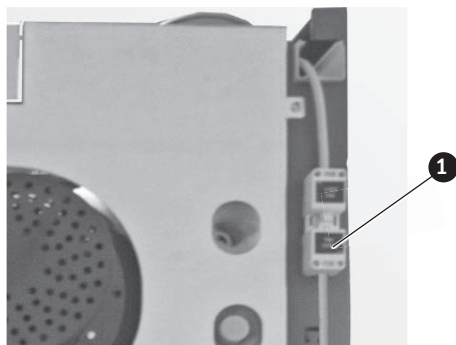

Fig.100 Staccare la spina di rete
- ▶ Togliere corrente alla caldaia prima di aprire il quadro di comando o per effettuare lavori di assistenza o riparazione. Staccare la spina di rete sul retro – Fig. 100.